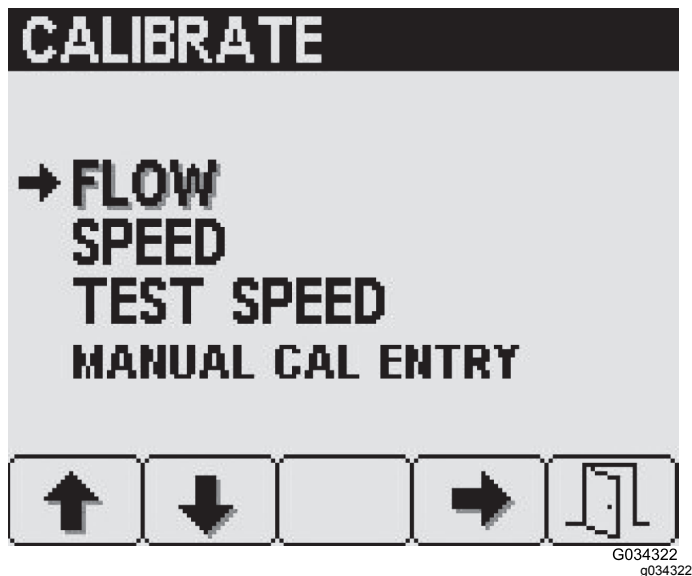

図 31
2. 流量Flow画面へ行くには、補正Calibrate画面図 31でボタン4を何度か押してFlowへ移動する。
2. 速度Speed画面へ行くには、補正Calibrate画面でボタン2を何度か押して図 31 Speed へ移動し、ボタン4でそれを選択する。